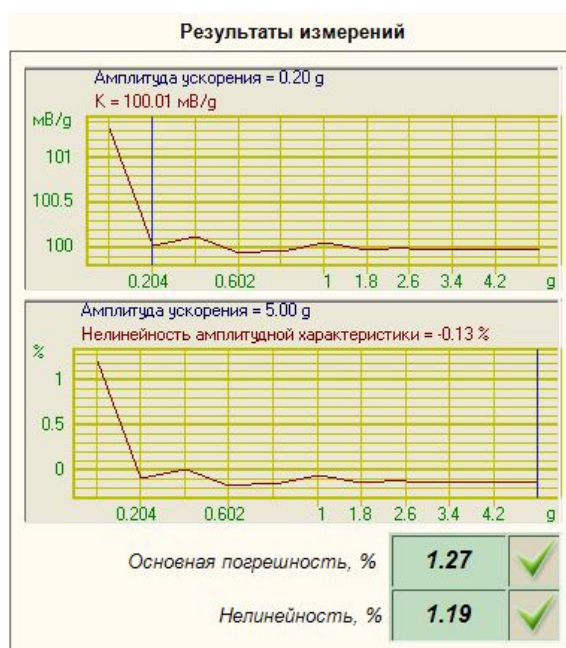

Рисунок 6.11 – Результаты измерений в амплитудном диапазоне
По результатам каждого измерения определяется основная погрешность вибропреобразователя ( $\delta_{ai}$ ) в процентах по формуле (3) и строится график «K(A)» (Рисунок 6.11).
Нелинейность амплитудной характеристики ( $\delta_a$ ) в процентах определяется по формуле (4) и строится график «Нелинейность амплитудной характеристики (A)» (Рисунок 6.11).